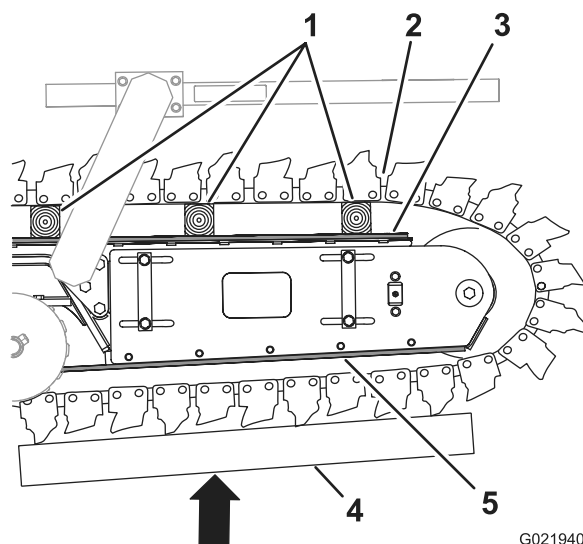

Figure 38
2. Soulevez la chaîne au sommet de l'élinde et placez des cales entre la chaîne et l'élinde (Figure 38).